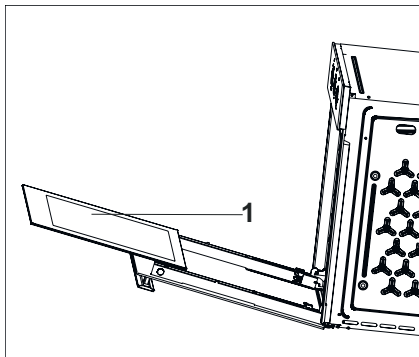

Fig. 25
- For at rengøre glasset indvendigt skal den afmonteres som i (Fig. 25).